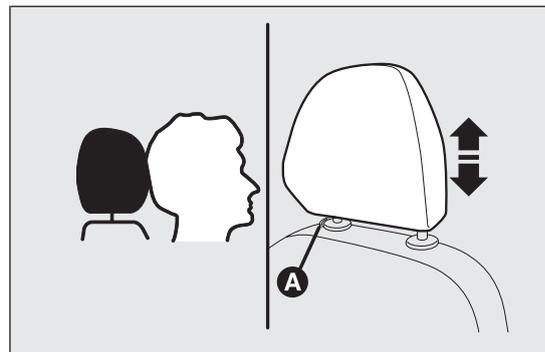

fig. 32
- regulación hacia abajo: pulsar el botón A fig. 32 y bajar el reposacabezas.